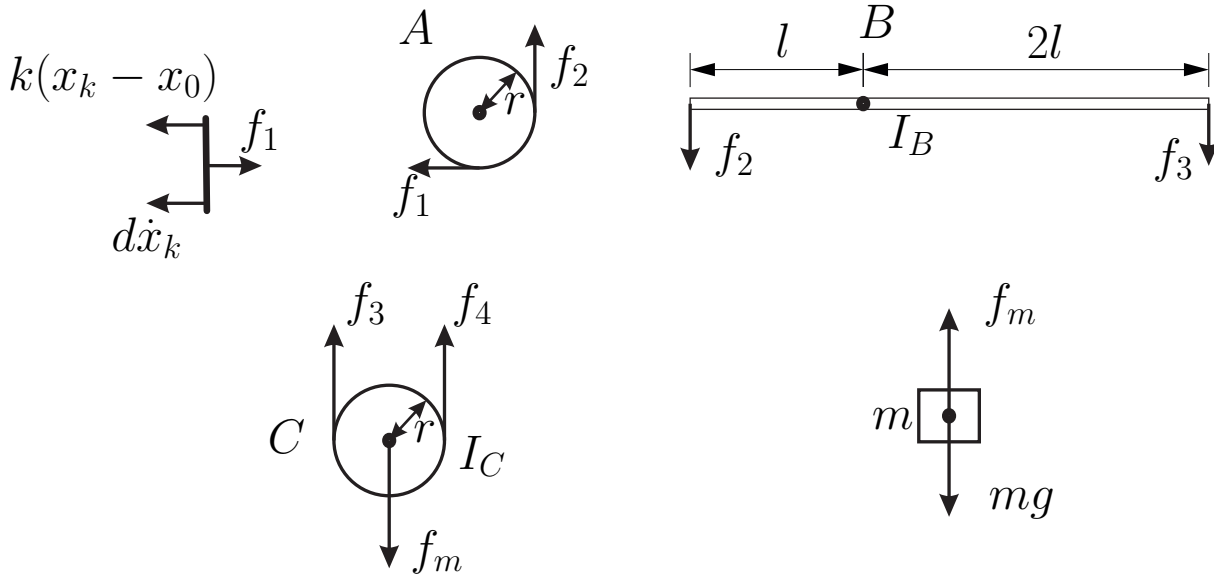

Abbildung 5: Freigeschnittene Teile des Aufbaus
b) Freischnitt in Abbildung 5: